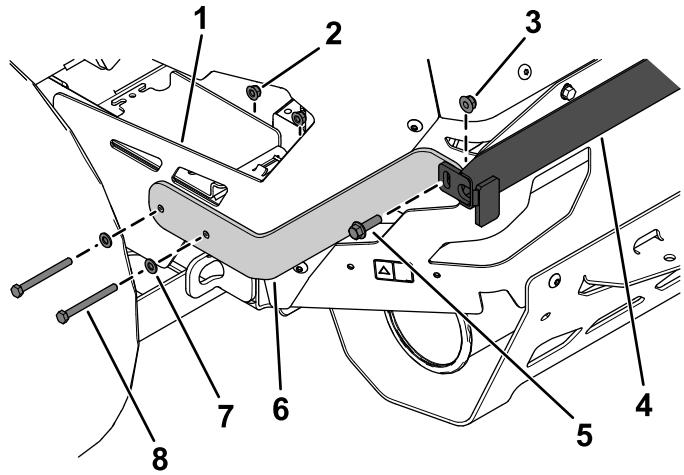

Figure 13
3. Fixez légèrement la patte supérieure gauche à la protection arrière gauche et au support supérieur à l'aide de 2 boulons à tête hexagonale (5/16 x 3 1/4 po), 2 rondelles ordinaires, 2 écrous à embase (5/16 po), 1 boulon à embase (3/8 x 1 1/4 po) et 1 contre-écrou (3/8 po), comme montré à la Figure 13.